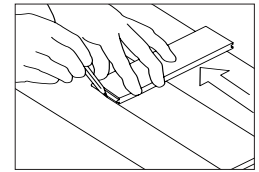

Figura 11
- Tabla de sacrificio:** Si la pared no está derecha, corte la primera tabla (Figura 11) según sea necesario para mantener alineamiento con la línea entizada. Instale una tabla de sacrificio (con un borde recto) utilizando los sujetadores apropiados para la base. Si se usa una tabla para la hilera de comienzo, asegúrese de que la ranura quede dirigida hacia la pared.
- Cuñas:** Alinee la primera hilera con la pared usando las cuñas para mantener la expansión de 1/2" (13 mm) en posición y estabilizar el producto. Si la pared no está derecha, corte la primera tabla (Figura 11) según sea necesario para mantener alineamiento con la línea entizada.